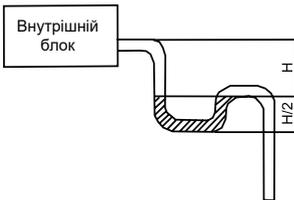

Рис.21
- (4). Якщо зливний шланг не може підтримувати достатній нахил, необхідно під'єднати до нього стояк (купується покупцем).
- (5). Якщо повітряний потік внутрішнього блоку високий, це може спричинити негативний тиск і призвести до зворотного всмоктування зовнішнього повітря. Таким чином, на дренажній стороні кожного внутрішнього блоку слід розробити сифон U-подібного типу. (Рис. 21)
- (6). Встановіть один сифон для кожного блоку.
- (7). Встановлення сифона передбачає легке очищення в майбутньому.